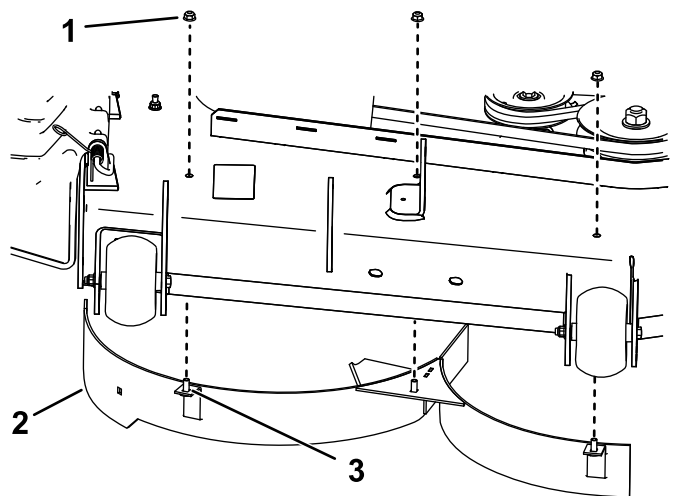

**Figura 9**
1. Rimuovete il dado e il bullone dalla posizione illustrata nella Figura 8 o Figura 9.